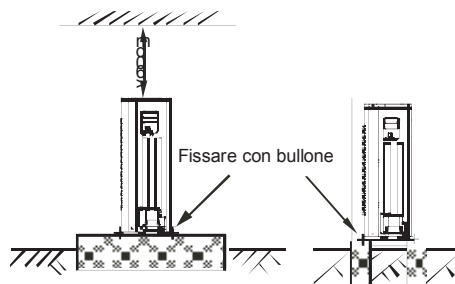

Fig.6-6
- Fissare saldamente l'unità con dei bulloni per evitare che si possa muovere. (Fig.6-6)